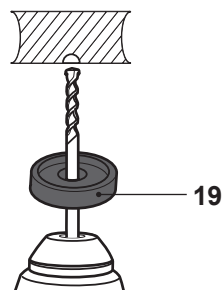

Fig. 5
Use o coletor de pó (19) por cima da broca para proteger o utilizador e o produto do pó e dos detritos (Fig. 5).